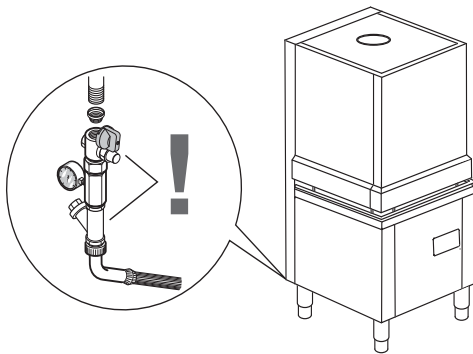

Fig. 6
- Tilslut maskinens vandtilførselsslange "A" (Fig. 1.a/ Fig. 1.b) til vandforsyningen og indsæt en hane, det medfølgende filter samt et manometer (Fig. 6).